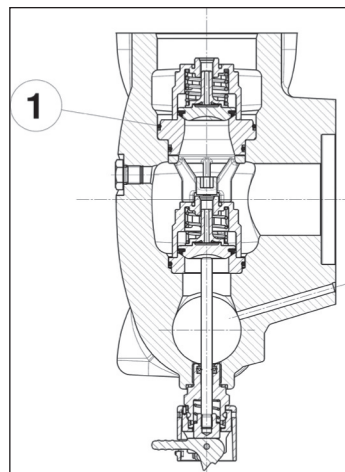

Fig. 111
**Prêter particulièrement attention à la mise en place du joint torique indiqué rep. ①, Fig. 111. Utiliser l'outil réf. 27516000 (pour les versions avec Ø Piston : 40 - 45 - 50) ou réf. 27516100 (pour les versions avec Ø Piston : 55 - 60 - 65) pour éviter de couper le joint torique en phase d'installation.**